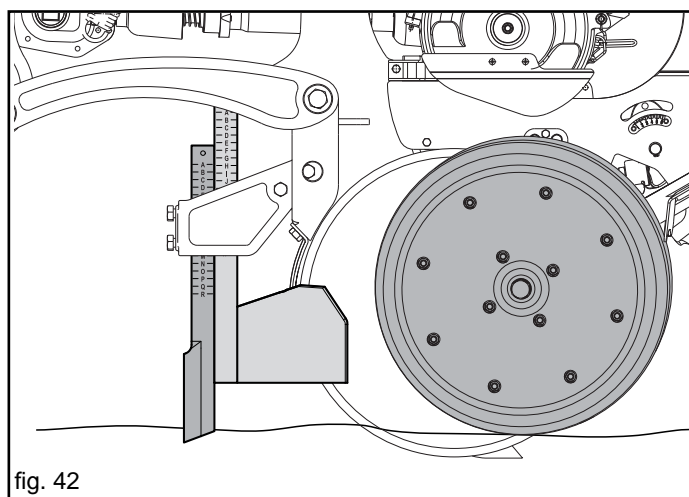

fig. 42
- Wenn der Boden kompakt ist, wird das Eindringen der Scheibenschare des Säelements gefördert, indem der vordere Aufsatz des Klutenräumers tiefer eingestellt wird (Abb. 42).